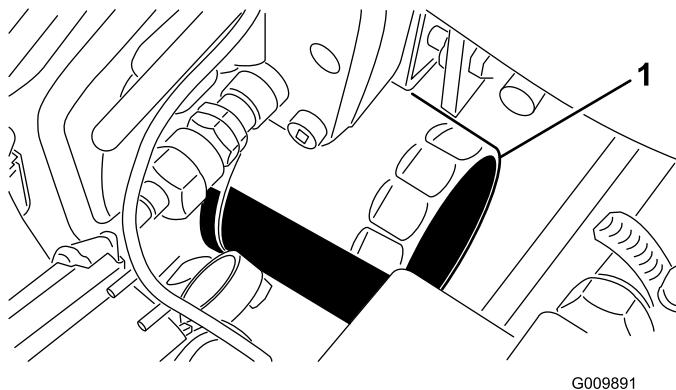

Figura 46
4. Retire el filtro de aceite (Figura 46).